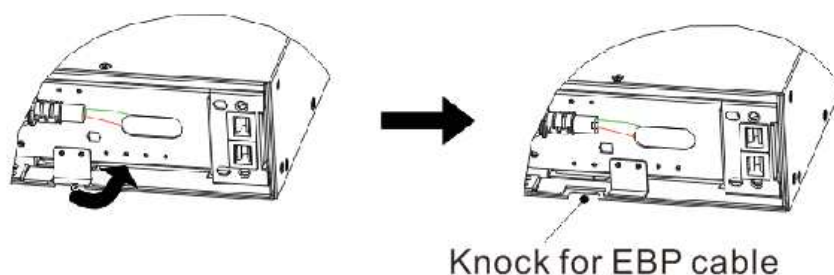

FIG.12 Rimozione il copri fessura per cavo UPS
3. Per il fondo (o solo) EBP, rimuovere il copri fessura per cavo EBP sulla parte superiore del coperchio anteriore EBP. Vedi FIG. 12 per la posizione del copri fessura cavo EBP.
4. Se si installa più di un EBP, per ogni ulteriore EBP rimuovere il copri fessura cavo EBP sulla parte superiore e inferiore della copertura anteriore. Vedi FIG. 12 per la posizione dei copri fessura per cavi EBP.
5. Inserire il cavo EBP nel connettore della batteria come mostrato in FIG. 12. Fino a quattro EBP possono essere collegati all'UPS. Collegare nero con nero. Premere il connettore strettamente insieme per garantire un collegamento adeguato.